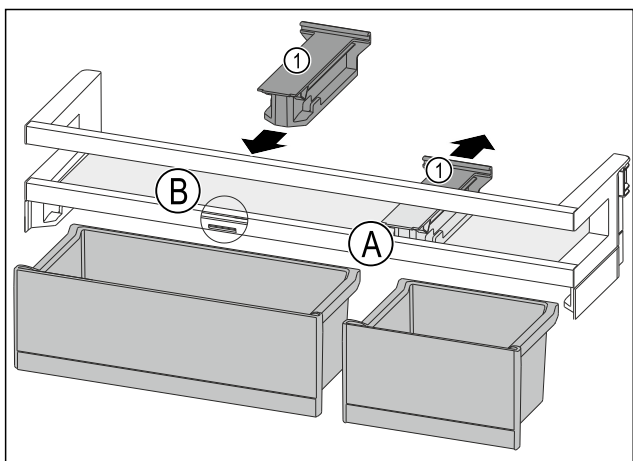

Fig. 82
- ▶ Stiahnite prídržný diel Fig. 82 (1) v polohe Fig. 82 (A) dozadu.
- ▶ Vložte prídržný diel Fig. 82 (1) v polohe Fig. 82 (B).